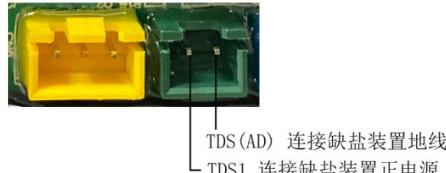

图 3-11
如需连接缺盐报警装置，缺盐报警装置地线与正电源分别接到 CN5 插座的“TDS1”、“TDS (AD)”两个端子上。连接方法如图 3-11。